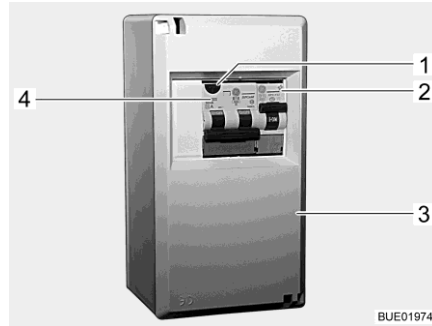

Bild 129 230-V-Sicherungskasten
Ein kombinierter Fehlerstrom-/Leitungsschutzschalter (Bild 129,4) im Sicherungskasten (Bild 129,3) sichert das gesamte Fahrzeug gegen Fehlerstrom (0,03 A) ab.
Bei Fahrzeugen mit Sonderausstattung (z. B. Klimaanlage) sichert ein zusätzlicher Leitungsschutzschalter (10 A) (Bild 129,2) das Gerät ab.
- Wenn das Fahrzeug an die 230-V-Versorgung angeschlossen ist, die Prüftaste (Bild 129,1) drücken. Der Fehlerstromschutz-Schalter muss auslösen.